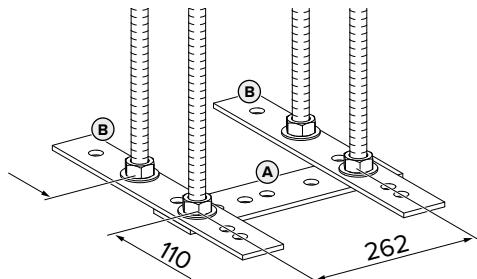
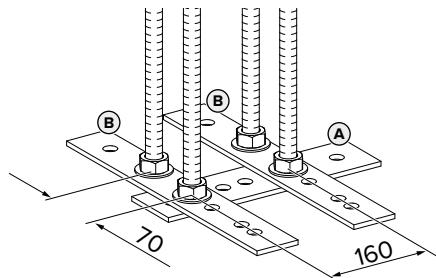

Abb. 1: Abmessungen [mm]
Abb. 2: Abmessungen [mm]
- Gewindestangen unter Beachtung der Abmessungen in der Abb. 1 und Abb. 2 in die Flachstäbe stecken. Darauf achten, dass der Flachstahl (A) und die Flachstäbe (B) im rechten Winkel (90°) angeordnet sind.